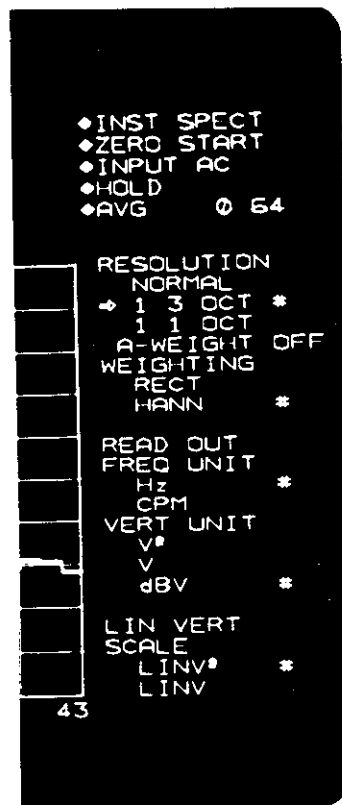

図6-2 RES./WGTメニュー
(1) オクターブ (1/3, 1/1) の設定
- ① 「**SETUP**」セクションの **RES./WGT** スイッチを押しますと、[図6-2]に示すような **RES./WGT** メニューが表示されます。
- ② 「**SETUP**」セクションの   スイッチによって移動子 (◁▷) を “**1/3 OCT**” または “**1/1 OCT**” へ移動し、**SETUP** スイッチを押します。このとき、“**A-WEIGHT OFF**” というメニューが表示されますが、再度 **SETUP** スイッチを押しますと、“**A-WEIGHT ON**” と変化します。以後、**SETUP** スイッチを押すごとに、**ON-OFF** が交互に設定されます。
- ③ 他のメニューの設定および操作方法については、[3-3. 各スイッチの操作方法]の項を参照して下さい。